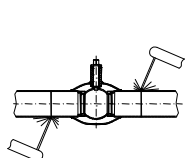

Bild 1.
- 3.1.5 Ventilen skall vara helt öppen då man svetsar fast den i horisontalt läge (Bild 1).